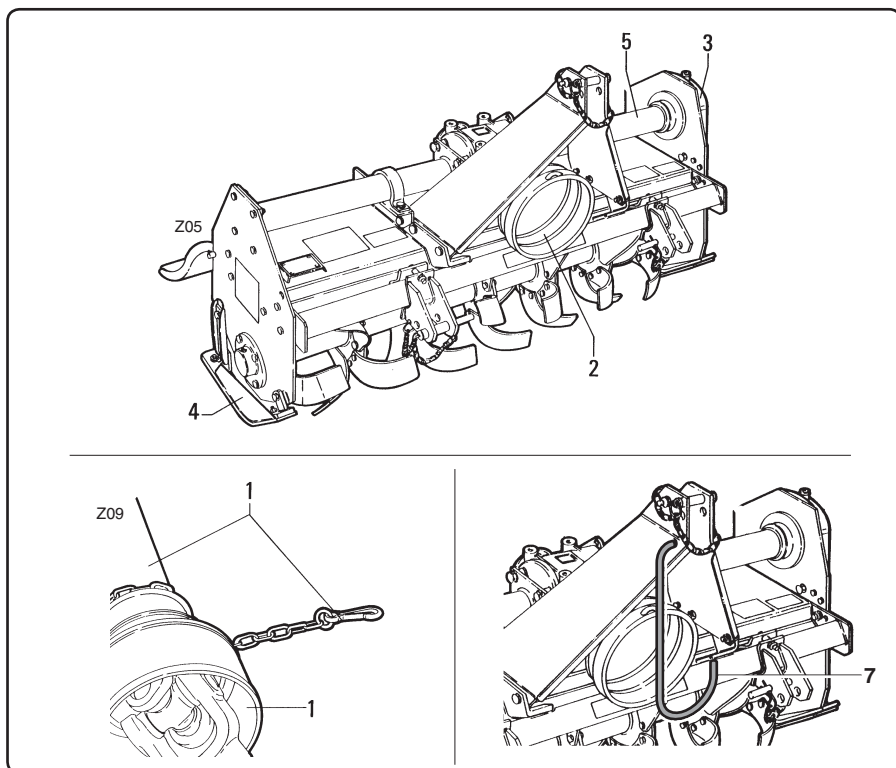

fig. 1.4.1
9- Rear hood (fig. 1.4.1).
9- Cofano di chiusura posteriore (fig. 1.4.1).
- **Key to the safety devices (fig. 1.4.1)**
- **Legenda dispositivi di sicurezza (fig. 1.4.1)**